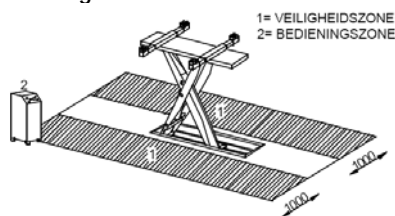

Fig.6
De veiligheidszone (Fig.6) wordt gedeeltelijk bepaald door de afmetingen van het te heffen voertuig.
veiligheidszone (1) bevinden, zoals aangegeven in Fig.6. De aanwezigheid van personen in de veiligheidszone (1) is ten strengste verboden.